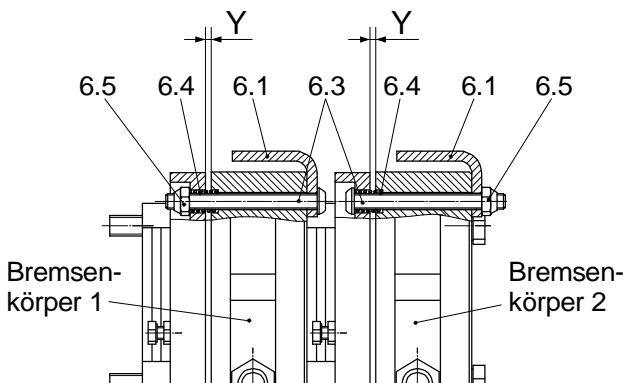
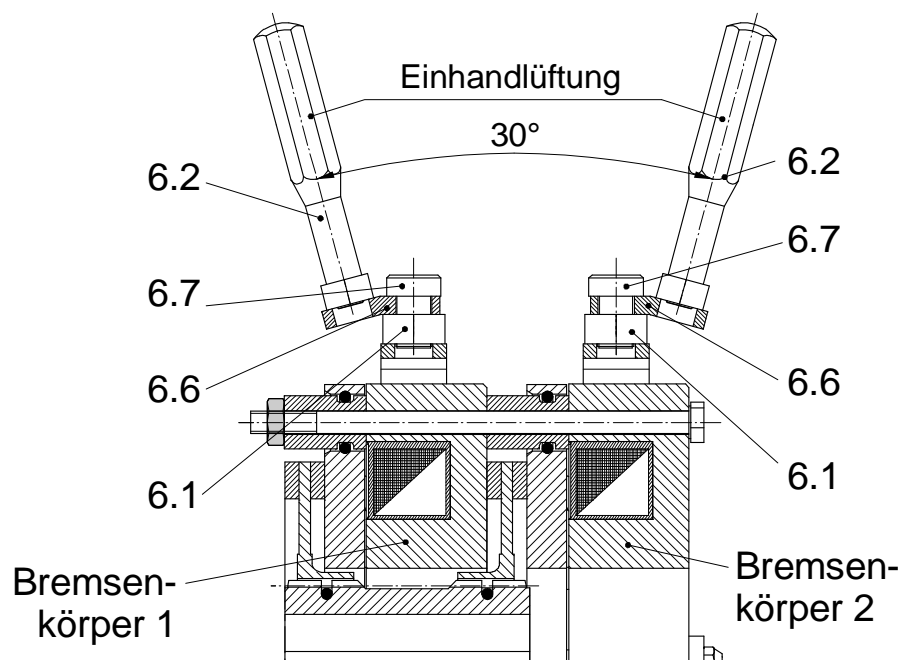

Bild 7 (Größe 4 bis 300)
Bild 8
**Montage Handlüftung (Bild 7 und 7a) werkseitig**
**VORSICHT** Bei den Größen 4 bis 300 ist der Montageablauf bei Bremsenkörper 1 und Bremsenkörper 2 (siehe Bild 7) unterschiedlich. Bei falscher Reihenfolge der Montage kann es zu einem Funktionsausfall der Bremse kommen.
3. Linsenkopfschrauben (6.3) mit Schaltbügel (6.1) in die Bohrungen des Spulenträgers (3) stecken.
6. Die Sechskantmutter (6.5) gleichmäßig anziehen, bis das vorgeschriebene Einstellmaß "Y" (Bild 7 und Tabelle 3) erreicht ist.
### Montage Einhandlüftung (Bild 7 und 8) werkseitig
Der Montageablauf ist bei Bremsenkörper 1 und Bremsenkörper 2 (siehe Bild 7 und 8) unterschiedlich. Bei falscher Reihenfolge der Montage kann es zu einem Funktionsausfall der Bremse kommen.
1. Winkel (6.6) mit Zylinderschraube (6.7) in Schaltbügel (6.1), wie in Bild 8 abgebildet, senkrecht zum Schaltbügel (6.1) einschrauben und mit Loctite 243 sichern. Anzugsmoment nach Tabelle 4 beachten!
4. Linsenkopfschrauben (6.3) mit Schaltbügel (6.1) in die Bohrungen des Spulenträgers (3) stecken.
7. Die Sechskantmutter (6.5) gleichmäßig anziehen, bis das vorgeschriebene Einstellmaß "Y" (Bild 7 und Tabelle 3) erreicht ist.
4. Linsenkopfschrauben (6.3) mit aufgesteckten Druckfedern (6.4) in die Bohrungen der Ankerscheibe (4) durch den Spulenträger (3) stecken.